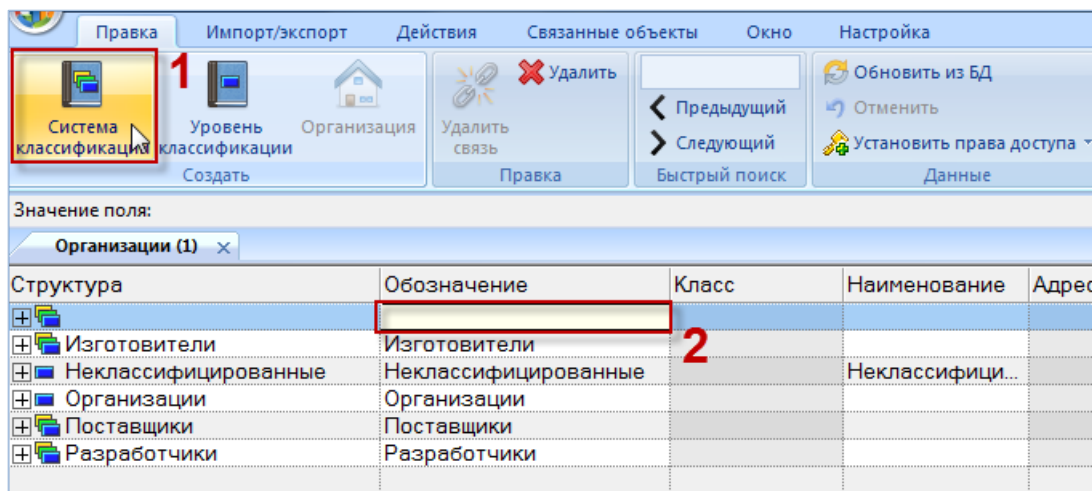

Рис. 9-7 – Создание раздела в справочнике
- 3) Нажать кнопку «Уровень классификации» или «Система классификации» панели «Создать» вкладки «Правка» (рис. 9-7). При создании раздела, поле «Обозначение» автоматически открывается на редактирование – ввести в него нужное обозначение.